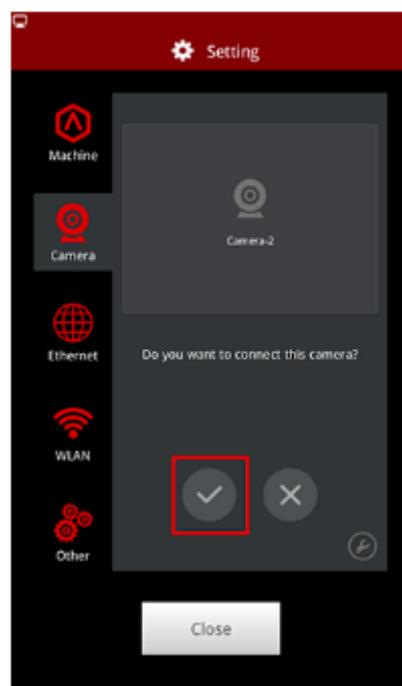

Figure 3.45: Connectez-vous à la caméra choisie.
Étape 2: Connectez-vous à la caméra en tant que **Figure 3.45**.